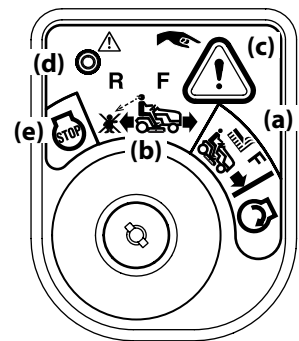

Figura 3-3
2. Gire la llave de la posición CORTE NORMAL (a) a la posición MODO DE PRECAUCIÓN EN MARCHA ATRÁS (b) del módulo de encendido. Vea la Figura 3-3.
3. Oprima el BOTÓN DE MARCHA ATRÁS (c) en el ángulo superior derecho del módulo de encendido. La luz indicadora roja (d) que está en el ángulo superior izquierdo del módulo de encendido se mantendrá ENCENDIDA mientras esté activada. Vea la Figura 3-3.